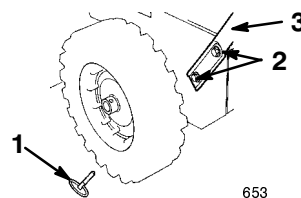

Figure 2
- Retirez les axes d'essieu des deux roues (Fig. 2) et faites glisser ces dernières d'environ 2,5 cm vers l'extérieur.
5. Fixez le mancheron gauche à l'aide de deux vis d'assemblage et rondelles bombées. Serrez à la main (Fig. 2).